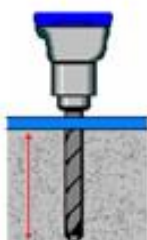

Рис. 3
1. Просверлите в полу отверстия под анкерные болты с помощью перфоратора. При работе убедитесь, что отверстия просверливаются строго вертикально (рис. 3).